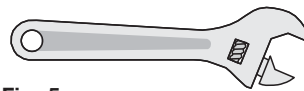

Fig. 5
- Clé à molette ou pince multiprise ordinaire (Fig. 5).